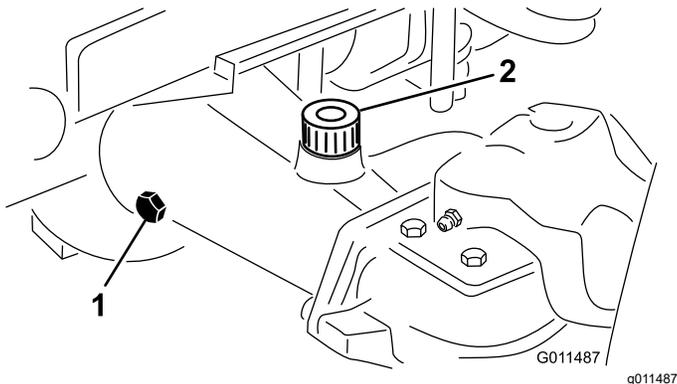

Рисунок 107
- Снимите контрольную пробку с одного конца моста и убедитесь в том, что масло доходит до низа отверстия (**Рисунок 107**).